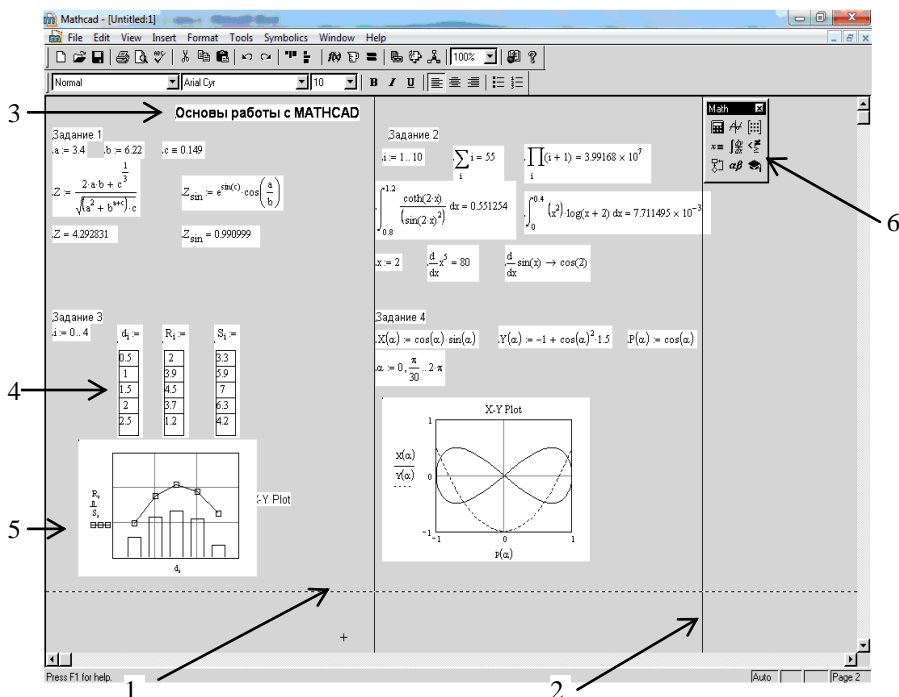
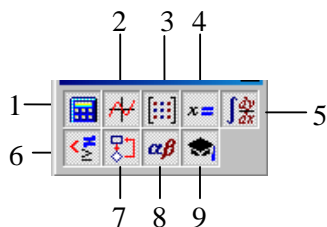

Рис. 1.1. Окно Mathcad
Рис. 1.2. Комплексная математическая панель
Окно документа в Mathcad (рис. 1.1) разбито на страницы пунктирными линиями по горизонтали (1) и непрерывными по вертикали (2) исходя из параметров страницы, заданных в команде **Файл/Параметры страницы (File/Page Setup...)**.
ниц в документе можно увидеть, выполнив команду **Вид/Регионы (View/Regions)**. Пример отображения границ блоков приведен на рис. 1.1.
Окно документа может также содержать комплексную математическую панель (см. (6) на рис. 1.1), представленную на рис. 1.2.